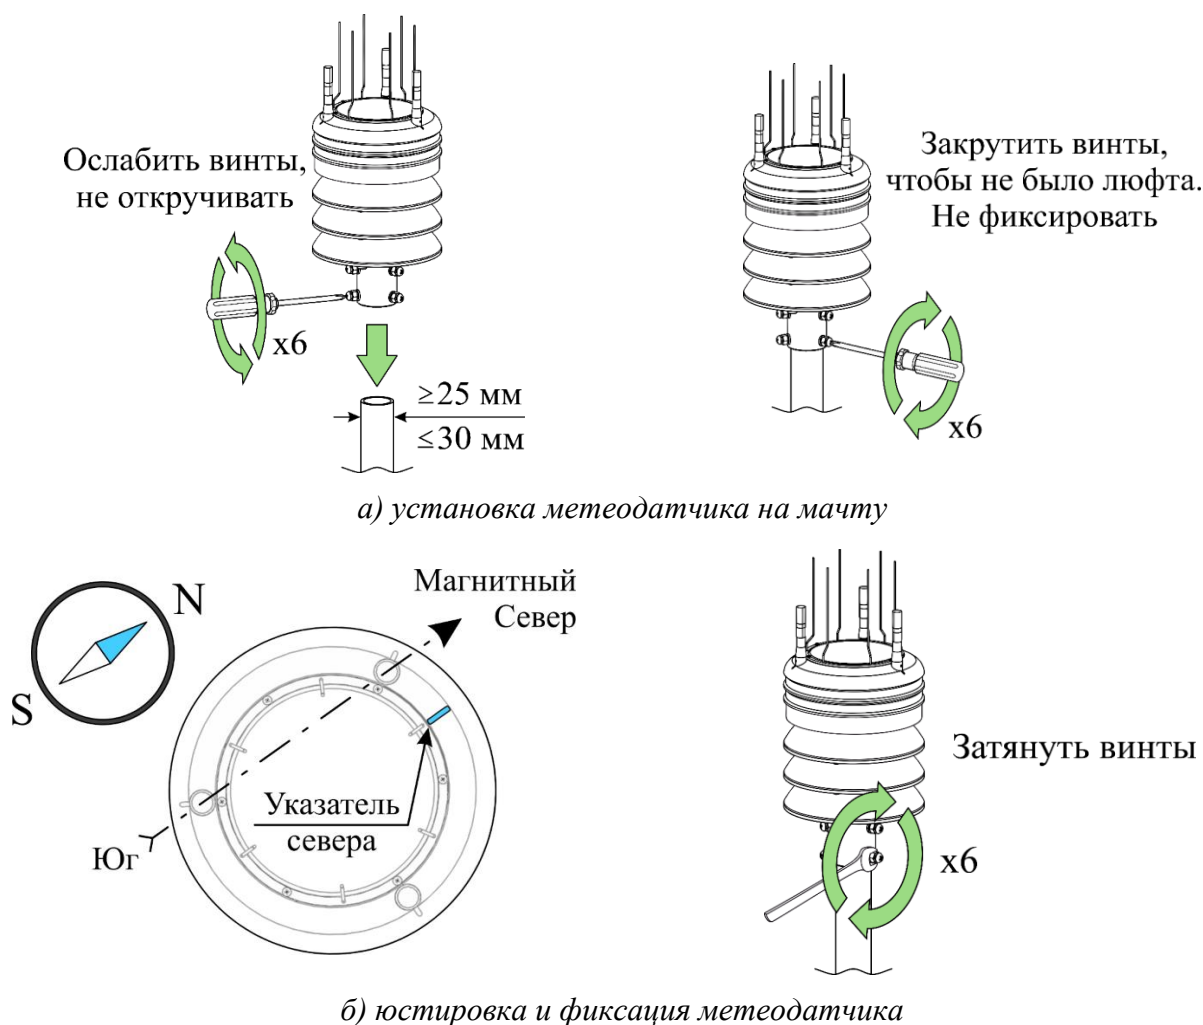

Рисунок 47 – Процесс монтажа метеодатчика ДМ-315
- установить метеодатчик на мачту. Не фиксировать (см. рисунок 47,а);
- поворачивая корпус метеодатчика выполнить юстировку с последующей фиксацией метеодатчика на мачте (см. рисунок 47,б);